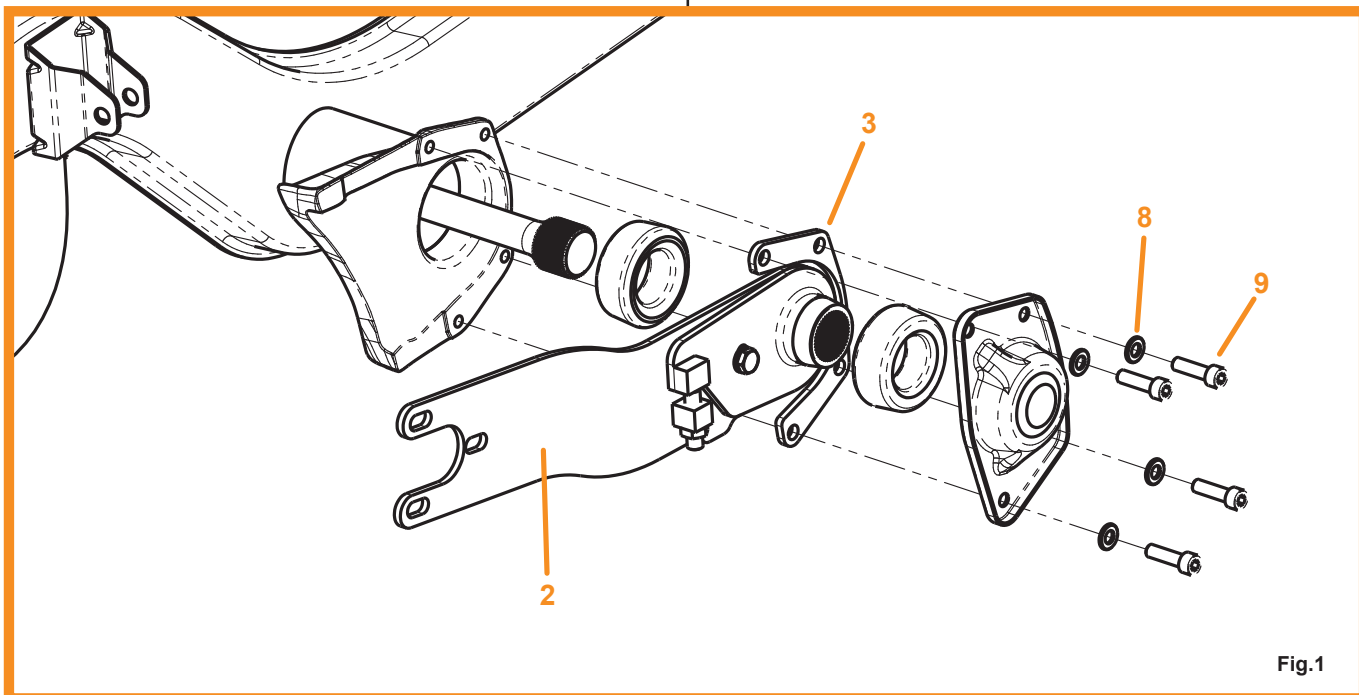

Fig.1
- Once the spring plate is set, install the second torsion bar rubber and spring plate cover. Do not forget the C-shape spacer between the chassis and the spring plate cover. (Fig. 1)
- Use four M10x40 Allen head bolts with four M10 spring washers for the spring plate cover. Tighten the bolts to a torque of 45 Nm.(Fig. 1)
- Schrauben Sie den Drehstabdeckel mit jeweils vier M10x40 Inbusschrauben sowie vier Federscheiben M10 fest. Vergessen Sie dabei nicht das C-förmige Distanzstück mit zu montieren. Ziehen Sie die Schrauben jeweils mit einem Drehmoment von 45 Nm fest. (Fig. 1)